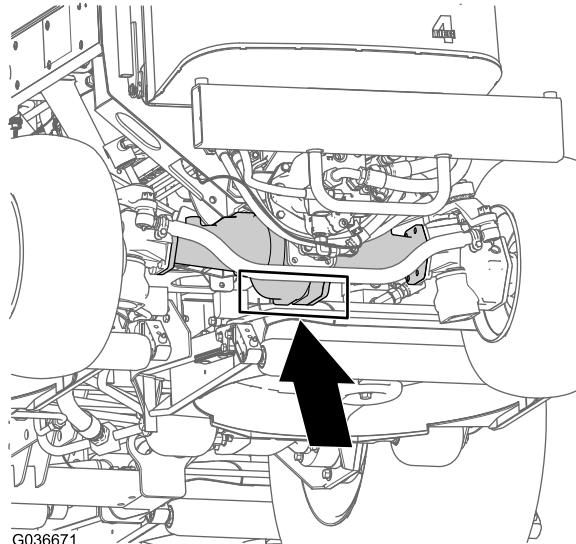

Bild 78
**Heck der Maschine:** In der Mitte der Achse (Bild 78)